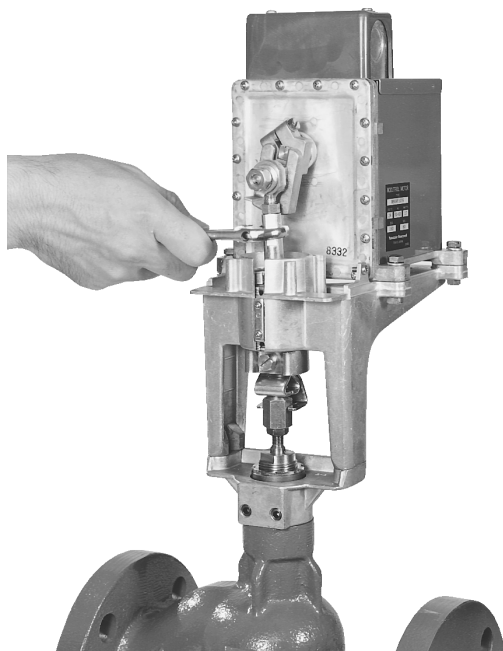
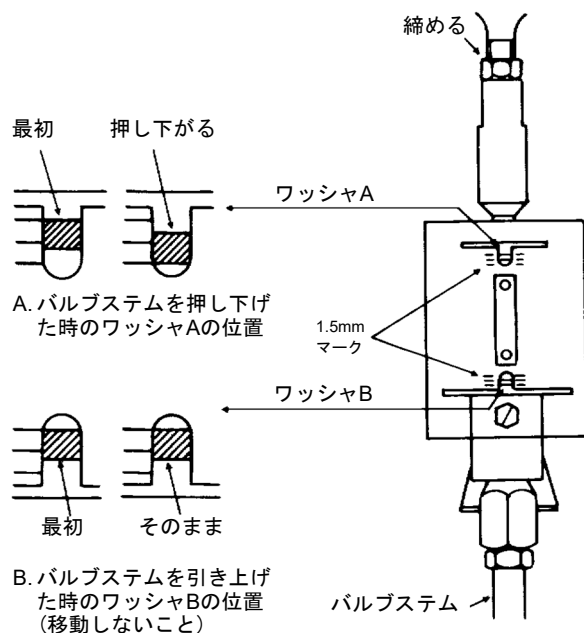

図7 応力緩衝機構の調節
図8 2方弁の調節
- (8) 図7のように調節シャフトをスパナなどで回して、図8, 9のように半目盛～1目盛程度ワッシャを移動させ、応力緩衝機構を調節します。